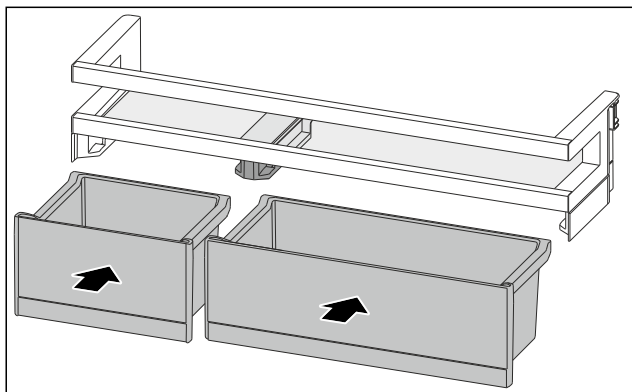

Fig. 91
- ▶ 排列互换后装入 VarioBox。〔参见 Fig. 91〕